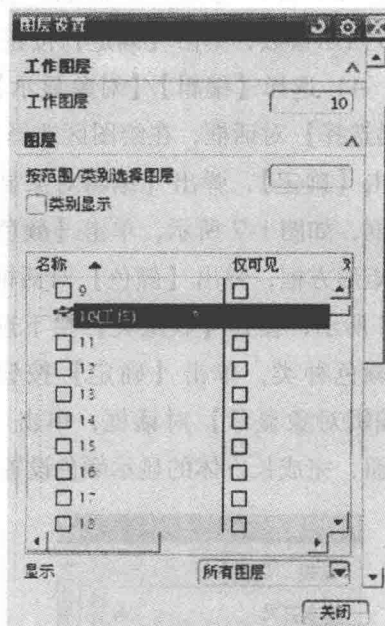

图1-9 NX 图层设置
2) 选择【格式】/【图层设置】，弹出【图层设置】对话框，在【显示】栏后的下拉菜单中选择【所有图层】，将在层列表中列出所有的层名。选择【10】并单击右键，在出现的快捷菜单中选择【工作】命令，使第10层为工作层，如图1-9所示，同时取消勾选层【1】，单击【关闭】按钮，则长方体不可见。